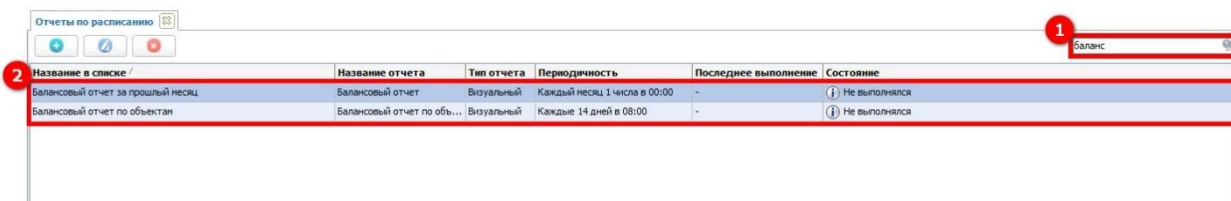

Рисунок 168 – Отчеты по расписанию – Поиск информации
В правой верхней части вкладки находится поисковая строка (1) (см. рисунок 168), предназначенная для поиска информации в данной вкладке. Все найденные совпадения будут отражены в таблице вкладки (2).